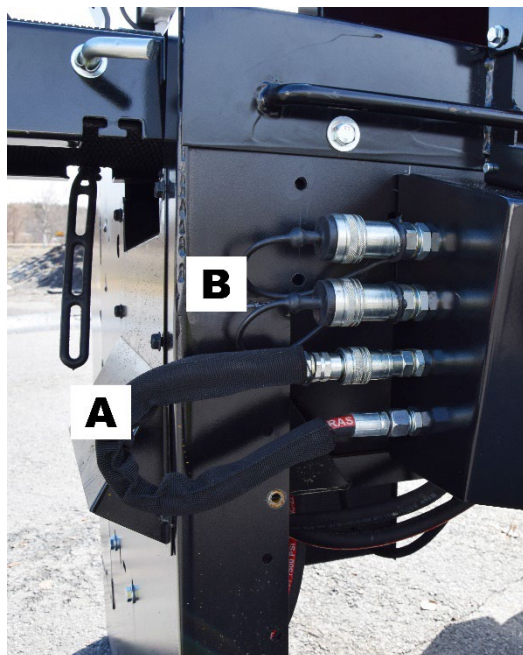

Abbildung 5
- ❑ Anschlüsse am optionalen Hydraulikventil, Abb. 5, Teil B